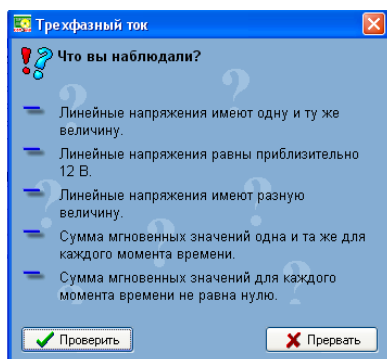

Рис. 7. Вопрос по эксперименту 1
10. Из предложенных ответов выбрать верные, ответив на вопрос по эксперименту (рис. 7).